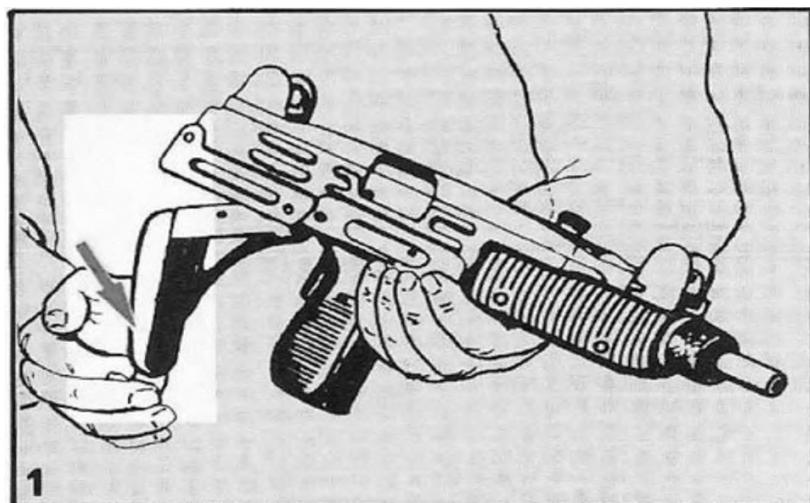

Рисунок. 4.4 – Від'єднання прикладу від фіксатору
2) вдарьте по прикладу долонею правої руки вниз і вперед. Приклад від'єднається від фіксатора (рисунок 4.4);